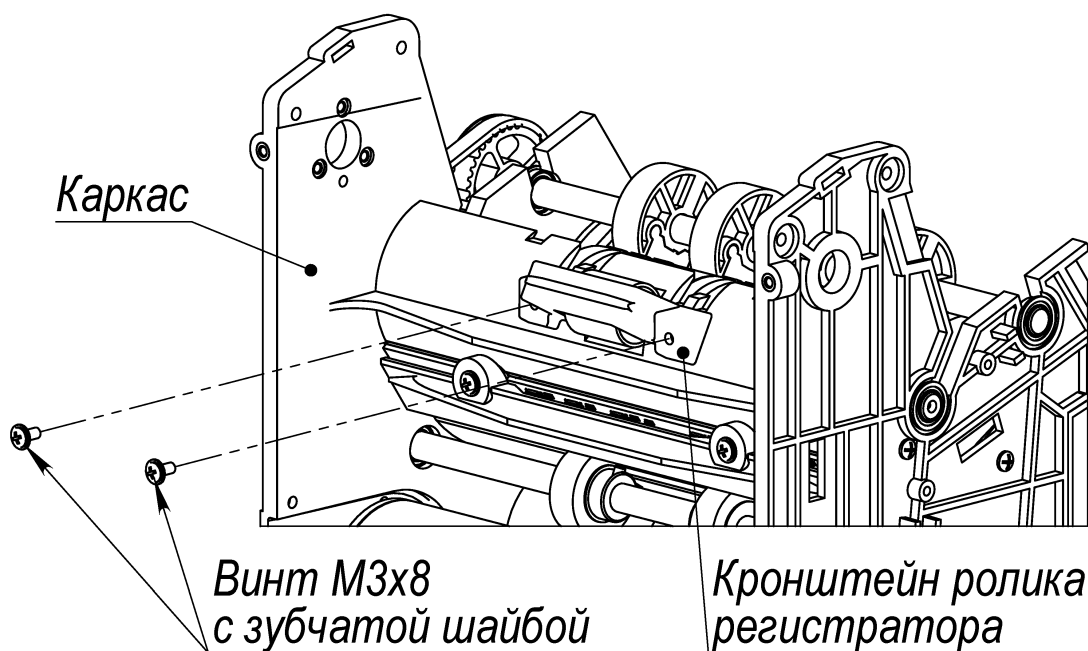

Рис. 29
8.9.1 Вывинтить 2 винта М3х8 с зубчатой шайбой N0017 крепления кронштейна ролика регистратора к каркасу, аккуратно снять кронштейн ролика регистратора вместе с роликом регистратора и пружинами (кронштейн нужно придерживать, чтобы не допустить самопроизвольного вылета пружин) (см. Рис. 29).